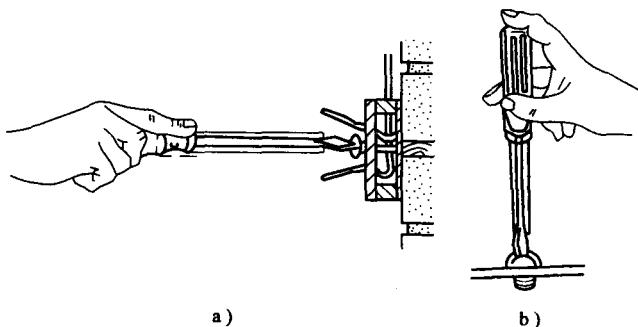

图1-6 螺钉旋具的使用方法
3) 为避免螺钉旋具的金属杆触及皮肤，或触及邻近带电体，应在金属杆上穿套绝缘管。螺钉旋具的使用方法如图 1-6 所示。